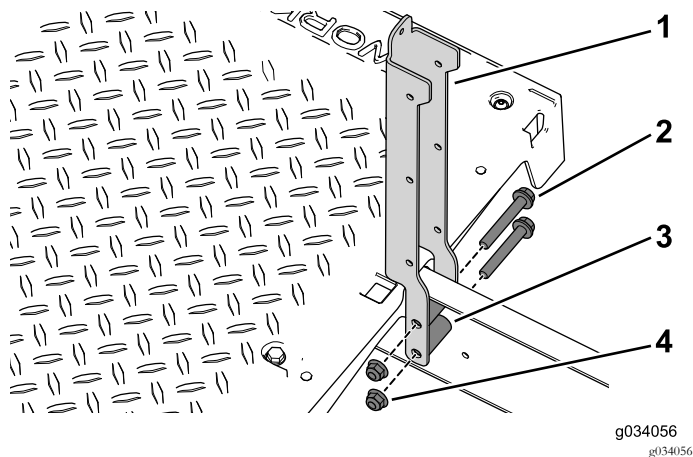

Figure 93
2. Fixez les supports de siège gauche et droit sur la machine à l'aide des 4 boulons (3/8" x 2 1/2"), entretoises et écrous à embase (Figure 93).